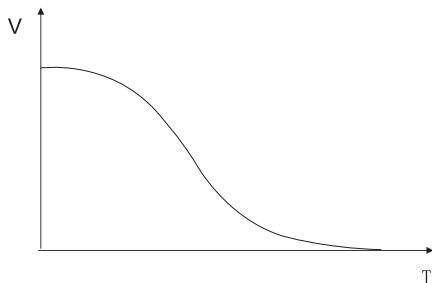

图12-6-1
- ① 代码F2不设为0时，为软停机模式。图12-6-1为软停车模式的输出电流波形，T由代码F2设置软停时间。在这种停机模式下，电动机的供电由旁路接触器切换到软起动器的晶闸管输出，软起动器的输出电压由全压逐渐减小，使电机转速平稳降低，以避免机械震荡，直到电动机停止运行。软停机时的输出截止电压等同于起动时的起始电压。
- ② 软停机模式可减少和消除水泵类负载的喘振及减少软停时的大电流冲击，此软停限流值是在起动限基础上计算的百分比。